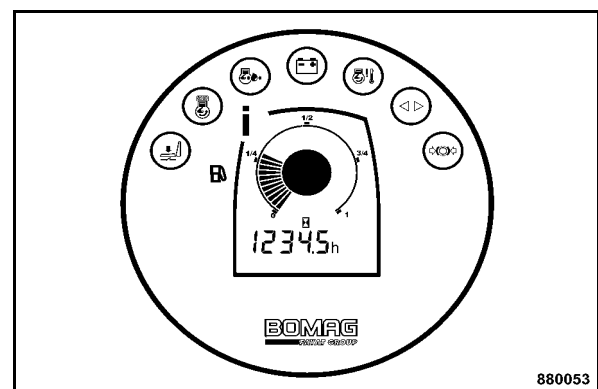

Fig. 120
- Vérifier le niveau du carburant à l'indicateur (i) (Fig. 120) sur le combiné.